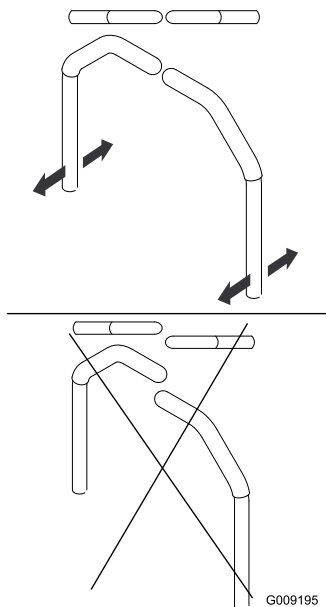

Figure 81
4. Réglez l'alignement avant/arrière des leviers en les plaçant tous deux à la position point mort, puis faites-les coulisser jusqu'à ce qu'ils soient alignés, et serrez les boulons (Figure 81).